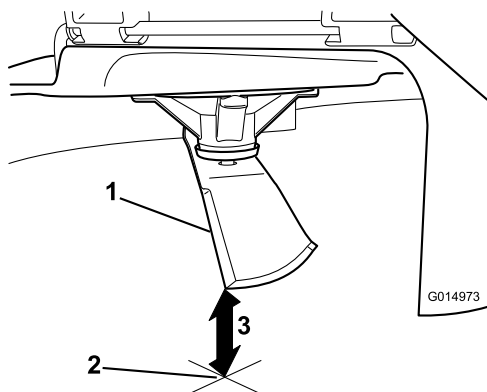

Figure 48
3. Mesurez la distance entre la pointe de la lame et la surface plane (Figure 48).